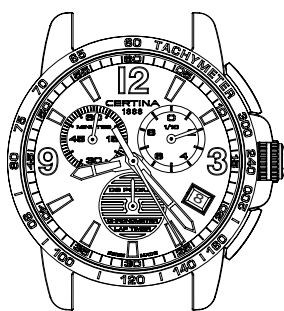

Рис. 3
**Считывание результатов последнего измерения (см. рис. 3)**